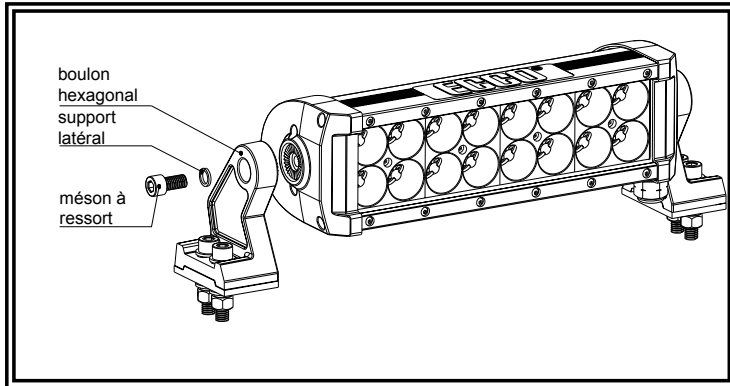

Figure 1
1. Fixez le boulon à travers le trou et le support latéral à l'aide du boulon de blocage à ressort. Voir Figure 1.